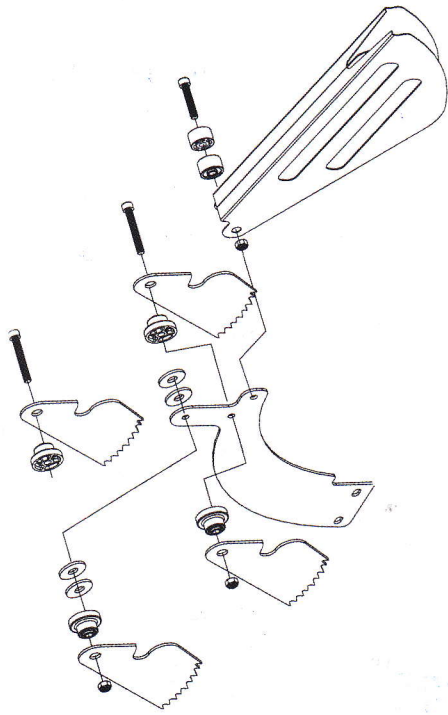

Рисунок 7
7. Соберите кожух откидной (рисунок 7).